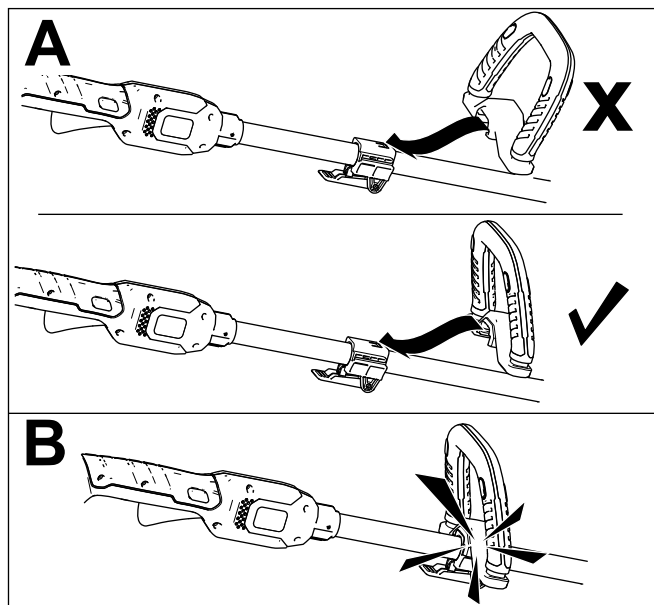

Figura 3
1. Allineate la scanalatura lungo l'impugnatura con la scanalatura sull'impugnatura ausiliaria e fate scorrere l'impugnatura ausiliaria verso l'impugnatura del decespugliatore (A di Figura 3).
2. Fate scattare saldamente in posizione l'impugnatura (B di Figura 3).